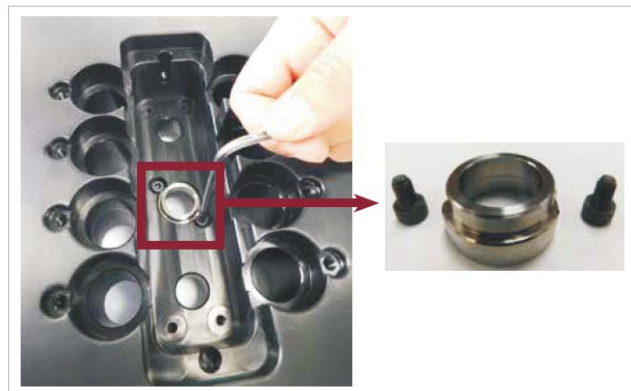

图19-18 安装中心定位环
2. 将Melt-CUBE中心定位环安装至型腔板的底部，并用手指拧紧。见图19-18。